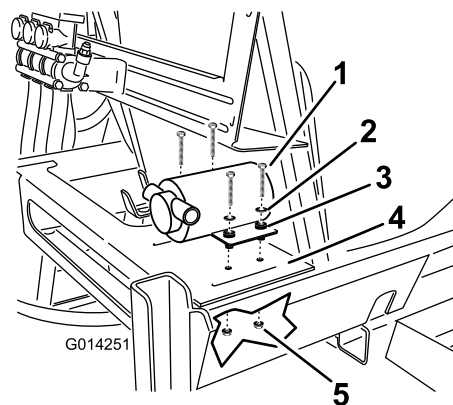

図 19
1. 付属部品の中からポンプを探し出し、メイン・タンクの後部右側にあるプラットフォームのタンク・フレームに取り付ける (図 19)。
2. ボルト 4 本、ワッシャ 4 枚、ロックナット 4 個を使用して、ポンプをフレームに固定する（図 19）。